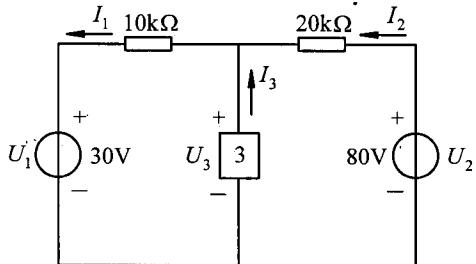

图 1.5
**【例 1.2】** 如图 1.5 所示电路中, 已知  $I_1 = 3mA$ ,  $I_2 = 1mA$ , 试求:
(1) 电路元件 3 两端电压  $U_3$  和流过的电流  $I_3$ ;
(2) 说明其是电源还是负载;
(3) 校验整个电路中的功率是否平衡。